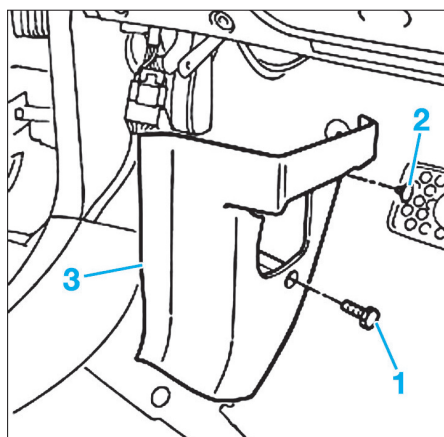

FIG. 53
- De chaque côté, déposer la vis (1) et l'agrafe (2) afin d'extraire l'enjoliveur (3) (Fig.53).